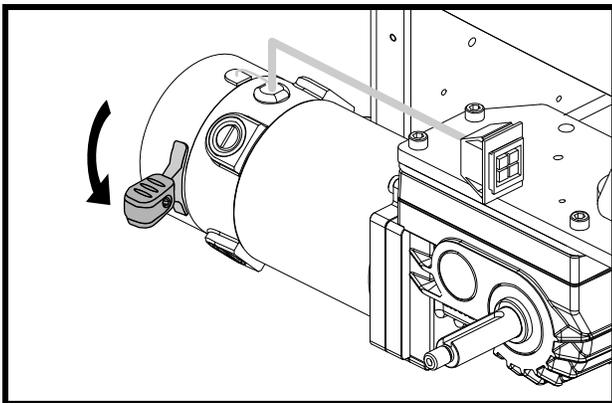

Abb. 9. Freilaufmodus (Antrieb deaktiviert) - Motorpaket "H2"
Der Elektrorollstuhl ist zu Ihrer Bequemlichkeit mit zwei an den Motoren angebrachten manuellen Freilaufhebeln ausgerüstet. **Siehe Abbildung 9, 9A, 10, and 10A.** Diese Hebel ermöglichen Ihnen, die Antriebsmotoren abzuschalten und den Rollstuhl manuell zu manövrieren. Sie können den Elektrorollstuhl von Hand an der Rückenlehne schieben oder auch direkt an der Antriebseinheit, wenn der Sitz vorher entfernt wurde.
1. Den manuellen Freilaufhebel für den Freilaufmodus nach vorn ziehen (Antrieb abgeschaltet). **Siehe Abbildung 9 und 10.**